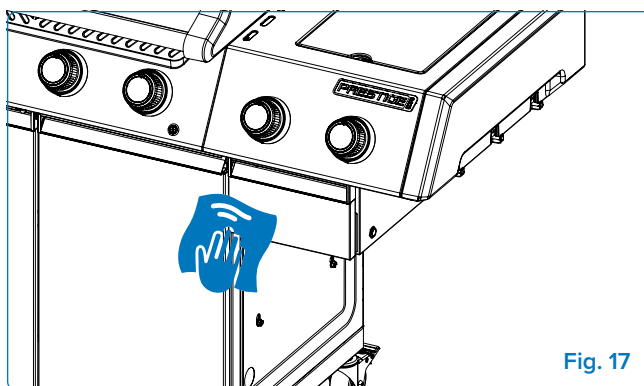

Fig. 17
7. **Pulisci la scatola affumicatrice** – Pulisci le superfici interne ed esterne con una miscela 50/50 di acqua tiepida e aceto di mele usando una spugna. Questo elimina la creosoto. Usa una spazzola metallica o una spugna abrasiva per i depositi più ostinati. Evita l'umidità eccessiva vicino alle parti elettriche (Fig. 17).